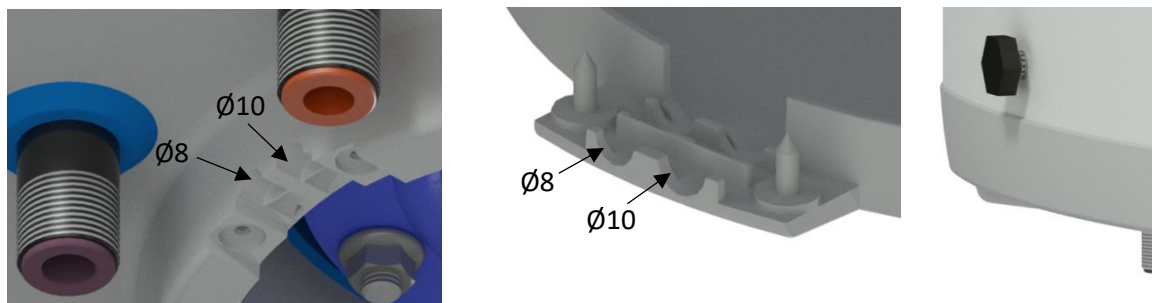
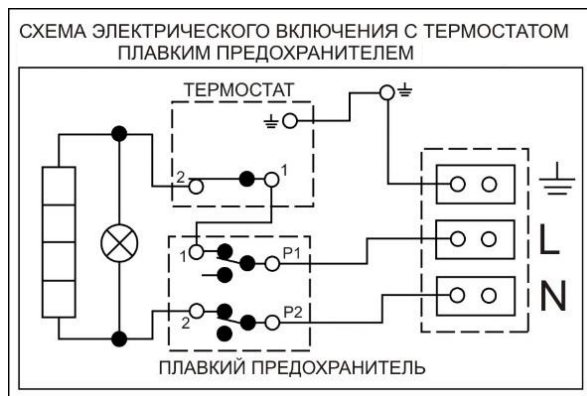

Рисунок 8
Рисунок 9
Подключение выполните согласно схеме. Подключение, выполненное на заводе, запрещено менять! (Рисунок 9). В крышке электропроводки снимите перегородку, соответствующую диаметру подводящего провода $\phi 8$ или $\phi 10$ (Рисунок 8). Степень защиты электрических компонентов водонагревателя - IP 44. Потребляемая мощность электрического нагревательного элемента - 2200 Вт.
- Схема эл. подключения прилагается к водонагревателю на крышке электропроводки (Рисунок 9).